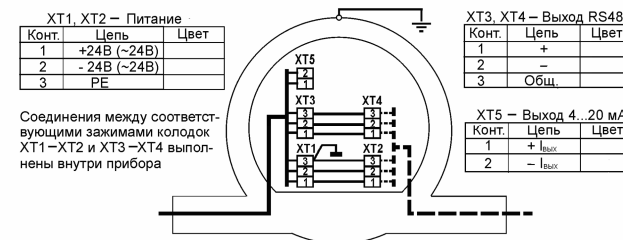

Рис. 3 – Схема электрическая подключения
Электрическая схема подключения уровнемера приведена на рис. 3. Для удобства потребителя уровнемер поставляется вместе с отрезком кабеля, подключенного к зажимам, длиной 3 м. Монтаж кабелей в пределах взрывоопасной зоны должен выполняться в стальных газовых трубах диаметром ?".
- 3) подключите выход кодового сигнала XT4 (рис. 3) к последовательному порту компьютера COM1 через адаптер интерфейсов RS232/RS485, например, типа ADAM 4520;